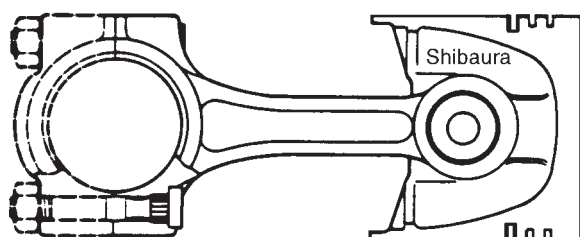

Fig. 50 Assemblage de piston et bielle (MD2030, MD2040)
**MD2030, MD2040 :** Le repère sur la bielle et la marque «SHIBAURA» dans le piston doivent être tournés du même côté, voir la figure 50.